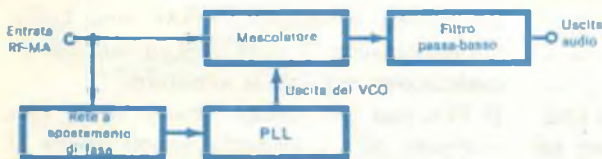

Fig. 3 - Questo semplice circuito rappresenta l'uso della rete a blocco di fase (PLL) come rivelatore MA sincrono.
**Fig. 3** - Il cavetto flessibile per il comando dell'otturatore è stretto tra due blocchetti di bachelite lavorati per ottenere un fissaggio a frizione. Il fermo per il bottone di comando del cavetto flessibile (a sinistra nella fotografia) può essere saldato al braccio di comando. Se si usa alluminio per questo braccio, il fermo si può fissare con viti.
Togliete dalla morsa i due blocchetti e, tenendoli insieme, praticate due fori da 4 mm attraverso i blocchi. Eseguite poi altri due fori nella scatola, in linea con quelli dei blocchi. Fissate alla scatola l'insieme dei blocchi e del cavo flessibile, usando viti da 4 mm, senza stringerle troppo. Ciò consentirà poi di regolare la lunghezza dello scatto, facendo scorrere il bariletto tra i due blocchetti. Se il bariletto del cavo flessibile è molto corto e non consente una regolazione del genere, fissate i blocchi per ottenere la lunghezza di scatto adatta alla macchina fotografica usata. I dettagli del montaggio sono visibili nella fig. 3.
Il caso pratico realizzato, come indicato nella fig. 3, è il seguente: tensione in ingresso circa 12 V; tensione in uscita 6 V; corrente richiesta 150 mA (al massimo).
Come si vede nella *fig. 3*, l'aggiunta di un mescolatore e di una rete di spostamento di fase consente l'uso del PLL come rivelatore MA sincrono. Nella *fig. 3*, il blocco PLL rappresenta tutto il circuito della *fig. 2*. In funzionamento, il PLL si aggancia sulla portante RF,